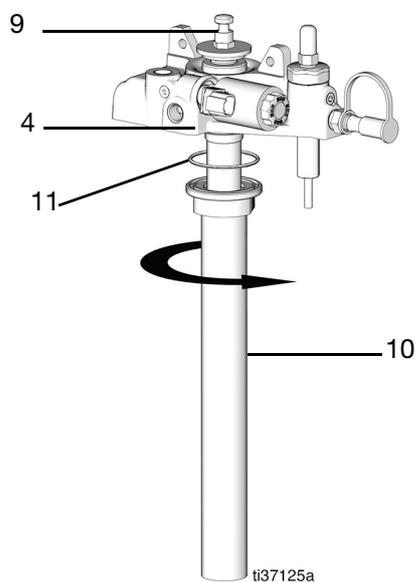
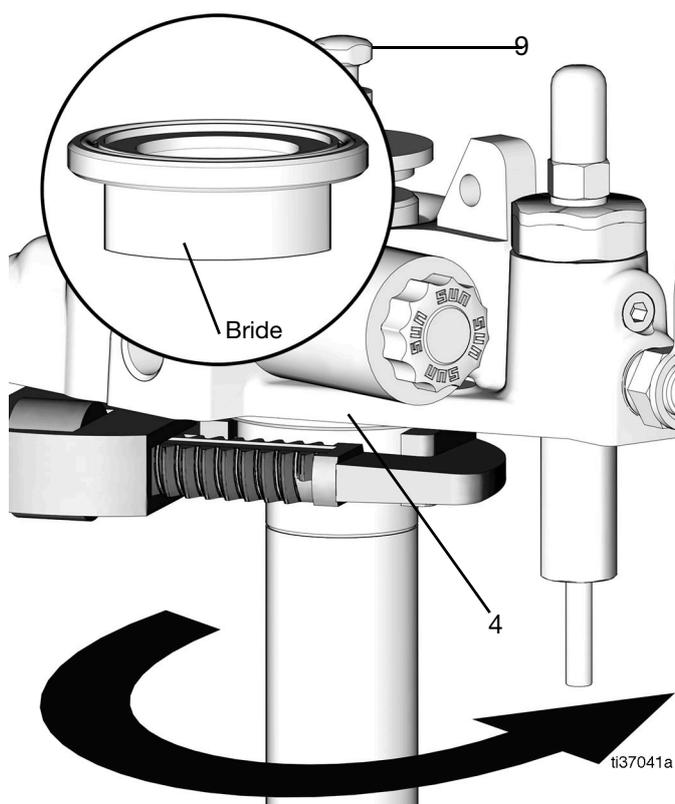

FIG. 65
FIG. 66
25. Replacer le joint torique (11) et graissez légèrement (FIG. 65).
26. Faire glisser le tube dans le tube (10) par-dessus l'ensemble et vers le haut vers le boîtier de pompe. Serrer la bride (couple 40 pi.-lb/54,2 N•m) (FIG. 65 et FIG. 66).